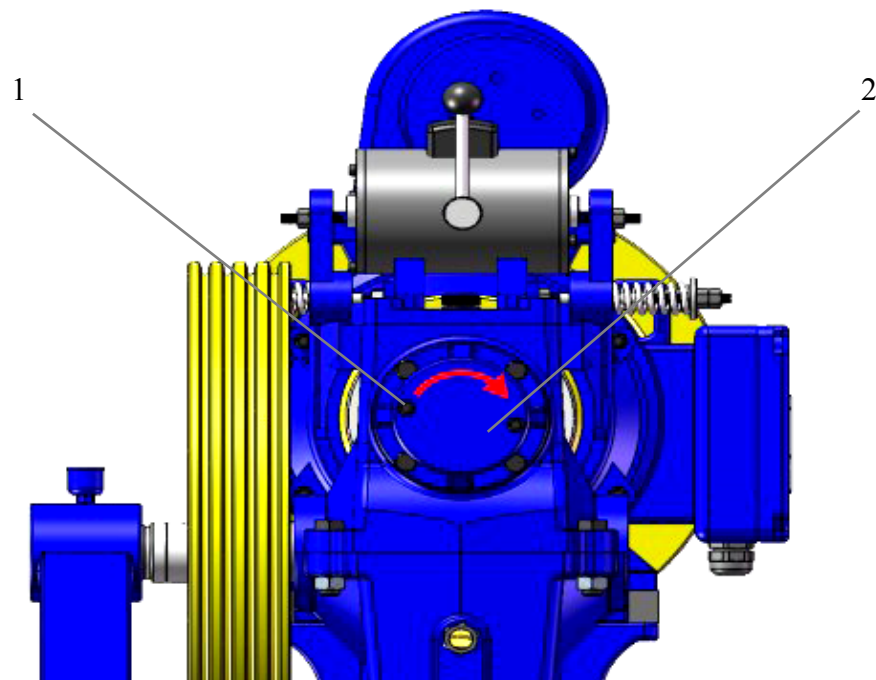

Рис. 12
- 7.5.3 Ослабить болты поз. 1 фиксирующие гайку (Рис. 12.)